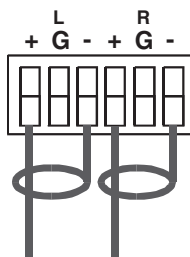

Рис. 9. Подключение источников небалансного аудиосигнала
- источников небалансного сигнала (рис. 9).
На рис. 9 показано, как подключить источник небалансного сигнала к балансному аудиовходу **VP-88ETH**: